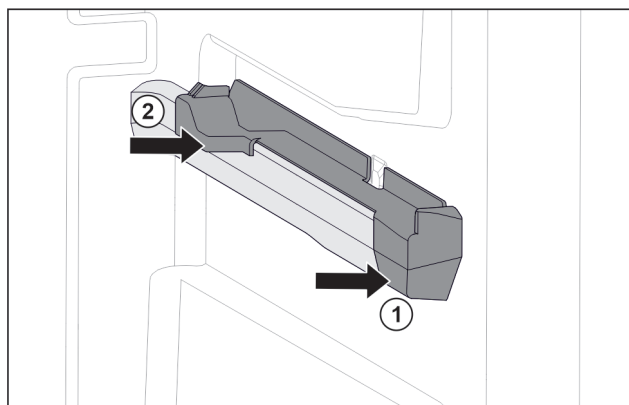

Fig. 154 Pjesa kapëse në brinjën e djathtë të kutisë
- Vendosni pjesën kapëse përpara në brinjën e kutisë. Fig. 154 (1)
- Shtyni pjesën kapëse në pjesën e pasme. Fig. 154 (2)